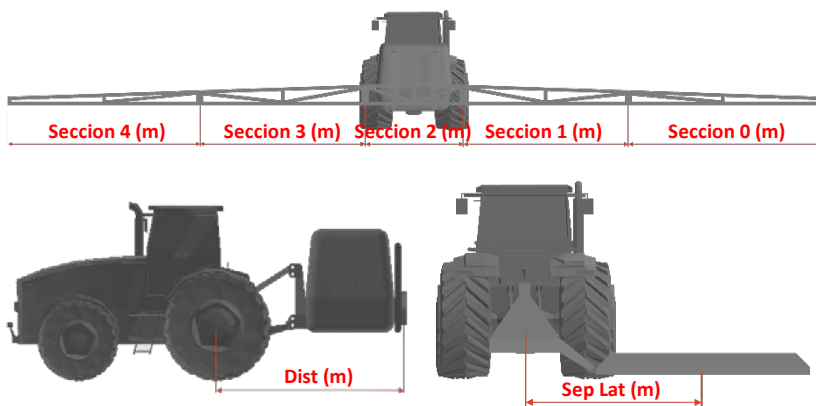

Figura 17: Dimensiones del accesorio
- **Dist (m).** Distancia desde el eje de rotación del vehículo hasta el punto de aplicación del accesorio. Especificada en metros. Ver Figura 17.
- **Sep Lat (m).** Desplazamiento lateral del accesorio, expresado en metros. Ver Figura 17.
- . Botones para la activación (ON) y desactivación (OFF) de cada sección.
La Figura 17 muestra las dimensiones que es necesario configurar para un implemento agrícola.